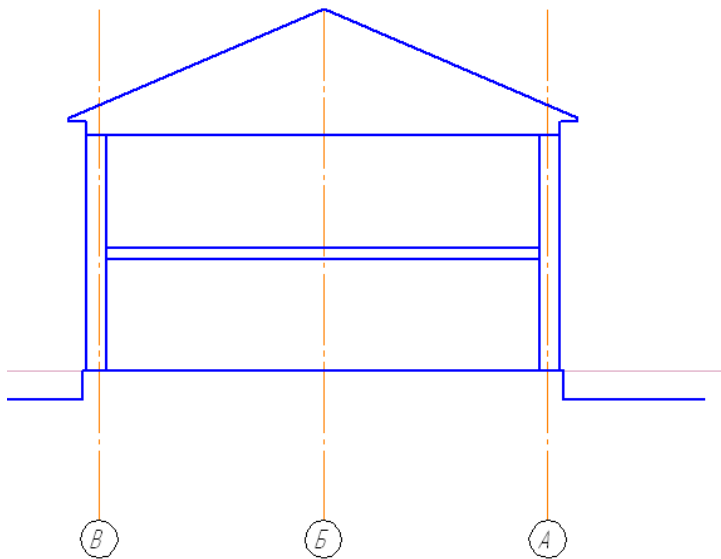

Рис.18
5. Достроить отрезками крышу и цоколь здания (рис. 18).